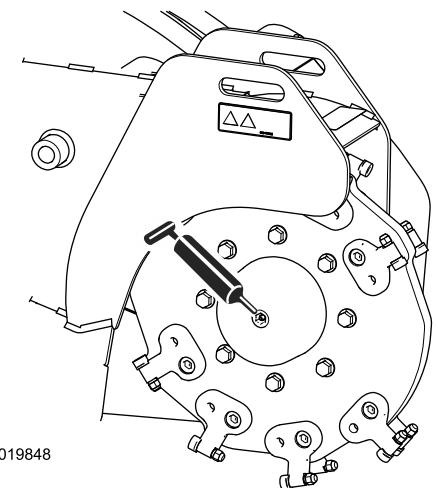

Figura 26
4. Conecte una pistola de engrasar a cada punto de engrase (Figura 26 a Figura 28).